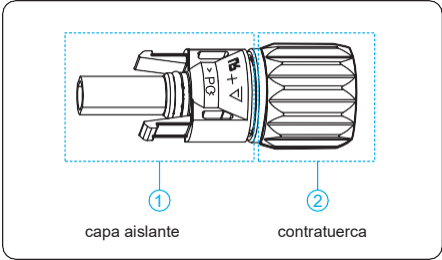
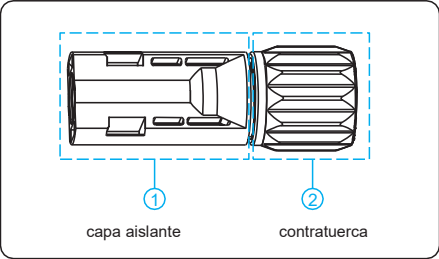

Figura 5.8 Composiciones de conectores positivos
Figura 5.9 Composiciones de conectores negativos
- Conectores de strings: Se utilizan conectores de alimentación de CC positivos y negativos, tal como se muestra en la figura 5.8 y en la figura 5.9.